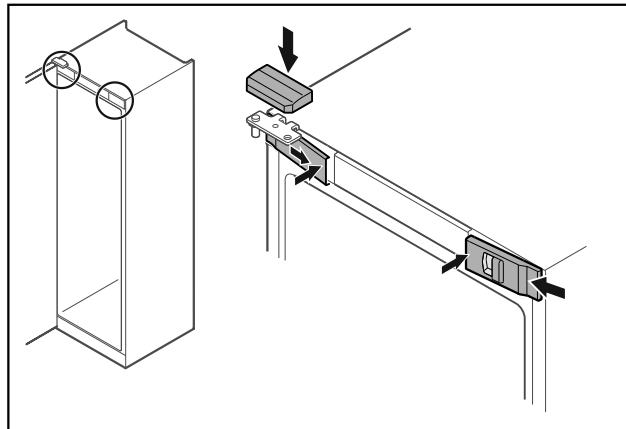

Fig. 46
- ▶ Z boku założyć przednie osłonki Fig. 46 (1) i zaczepić.
- ▶ Górną osłonkę Fig. 46 (2) zaczepić od góry.